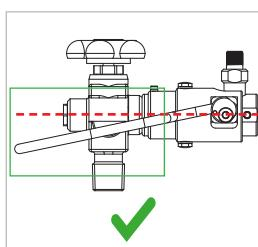

Figure 4
- Abaisser l'arceau de commande (pos. 1). L'arceau/levier doit pouvoir être manipulé facilement vers le bas sans forcer. L'arceau de commande doit se trouver dans sa position finale sous le plan horizontal par rapport au connecteur (Figure 4). La marque rouge sur la partie avant (pos. 3) doit disparaître sous le boîtier et ne plus être visible (Figure 5 et Figure 6).